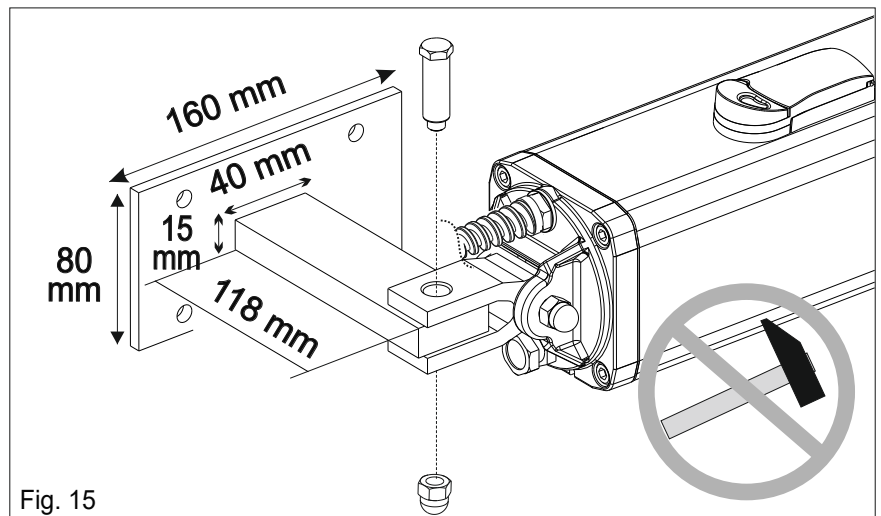

Fig. 15
- Fijar la horquilla oscilante como se muestra en la Fig. 15